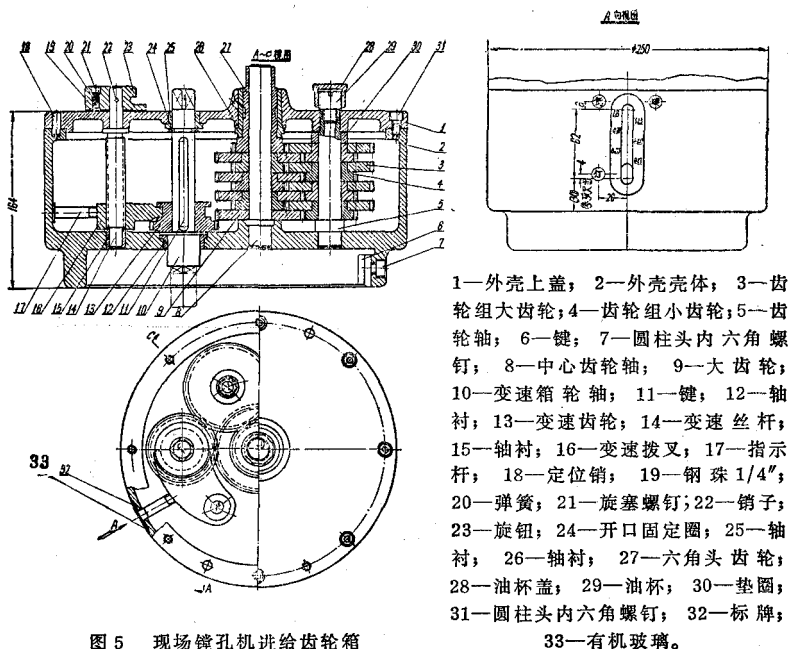

图5 现场镗孔机进给齿轮箱
纵向进给运动：镗杆 5 的转动，带动了用键连接在该杆端头的纵向进给齿轮箱 6，因为进刀箱内采用一组“行星式”相同速比的齿轮传动装置，只要把摇手把 9 用链条固定在某一处，就能使丝杆 *F* 转动（因为进刀箱中滑移齿轮的轴下端用内六角套与丝杆轴连接（图 5）），而迫使青铜螺母 *G* 带动刀架 *E* 和切削刀具 *H*，以一定的速度作纵向直线运动。
5. 纵向进给齿轮（图5）